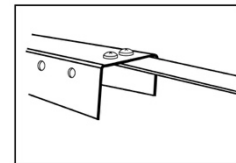

Abb. 9.
Beachten Sie, dass der Träger am unteren Profilteil (4), Abb. 9., so angebracht werden muss, dass sich die Schraubenköpfe an der Profilerseite und die Muttern an der Profilunterseite befinden.